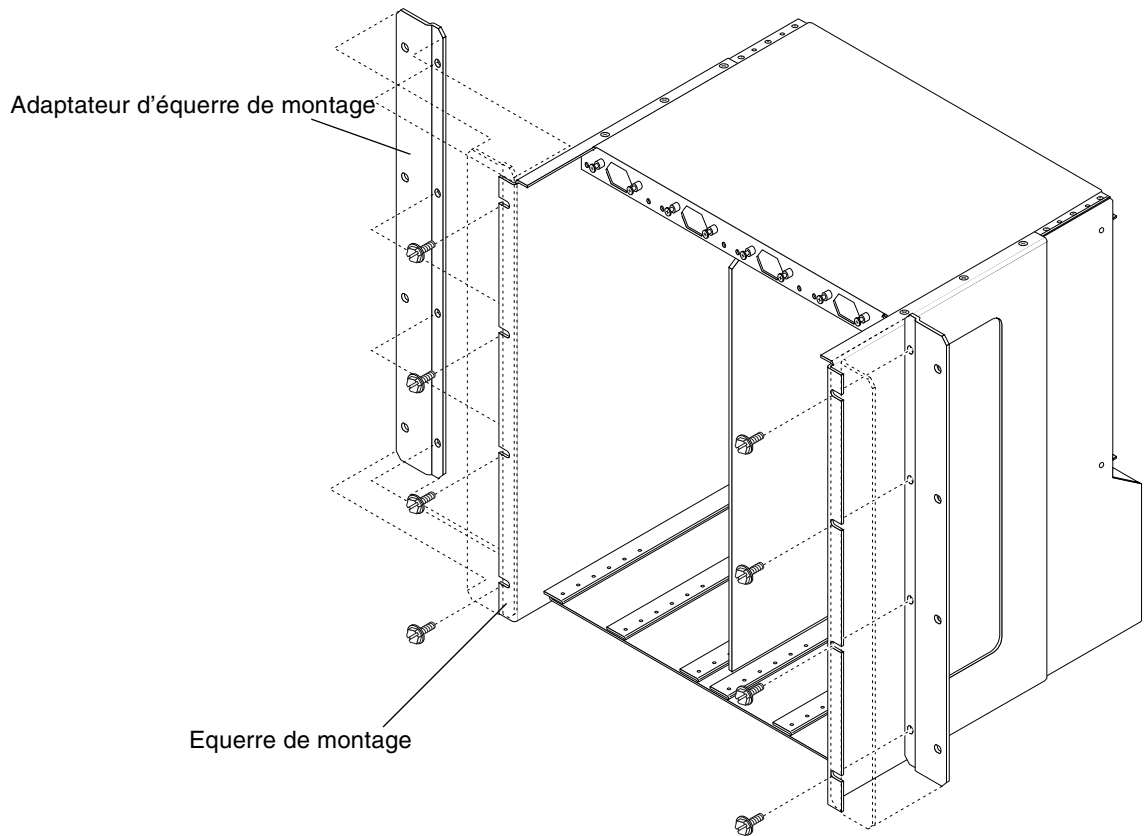

FIGURE 3-2 Installation des adaptateurs d'équerre de montage
2. **Placez l'un des adaptateurs d'équerre de montage derrière l'équerre de montage droite du châssis et alignez les trous de l'adaptateur sur ceux de l'équerre de montage (FIGURE 3-2).**